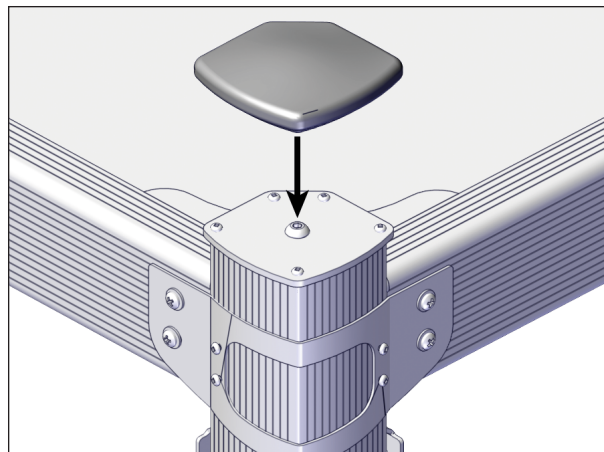

FIGURE 76: CAPUCHON DE CAOUTCHOUC
2. Retirer le capuchon de caoutchouc sur le dessus de chaque colonne, voir Figure 76.